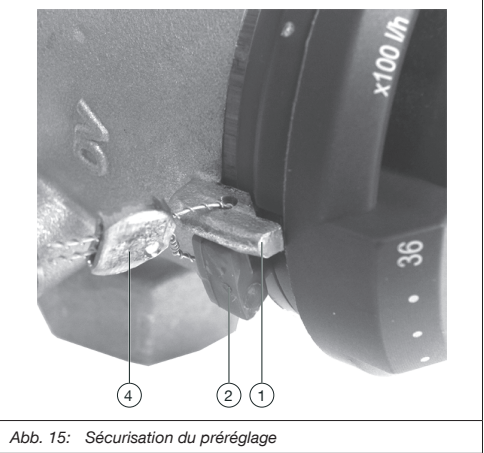

Abb. 15: Sécurisation du pré-réglage
- Retirer la bague de blocage (2).
- Pousser et tourner la poignée manuelle (3) jusqu'à ce que le marqueur de la valeur de consigne (1) indique la valeur de débit souhaitée (la poignée manuelle revient ensuite en place dans la denture).
- Remettre la bague de blocage (2) en place.
La bague de blocage (2) peut également être scellée à l'aide du set de plombage (4) (accessoire, réf. 1089091) sur le marqueur de la valeur de consigne (1) (voir Abb. 15).